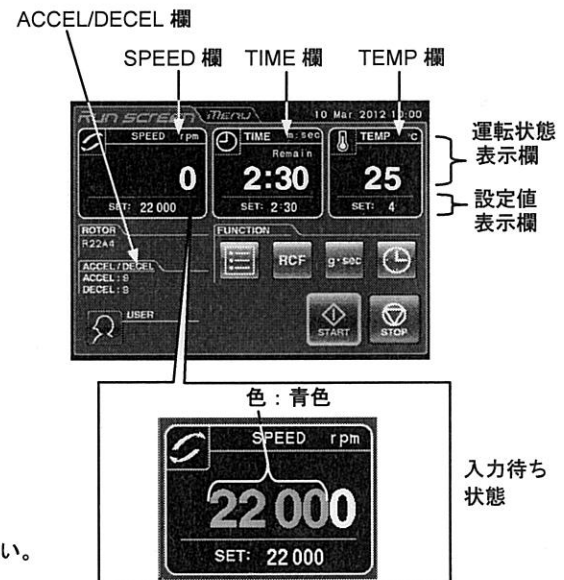

図 1. 表示部(タッチパネル部)
- ① 図1に示す表示部のSPEED、TIME、TEMP、ACCEL、DECELの条件の設定値を確認します。